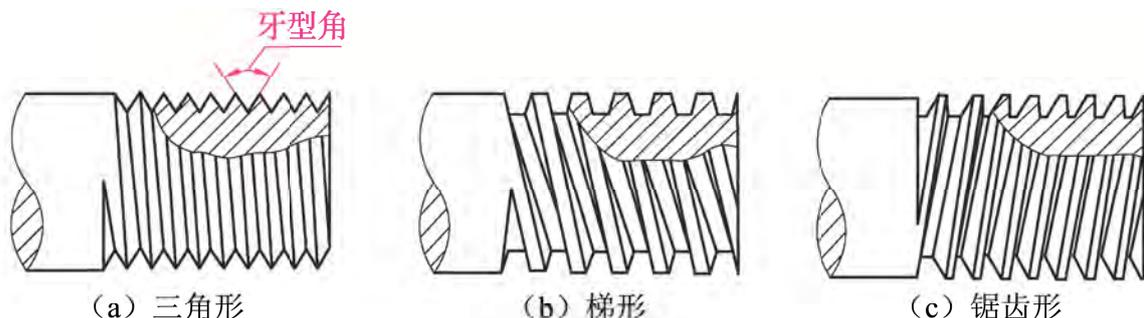

图 7-1 牙型
(1) 牙型。牙型是指在螺纹轴线平面内的螺纹轮廓形状，常见的牙型有三角形、梯形和锯齿形等，如图 7-1 所示。牙型角是指在螺纹牙型上，相邻两牙侧间的夹角。常用普通螺纹的牙型为三角形，牙型角为  $60^\circ$ 。